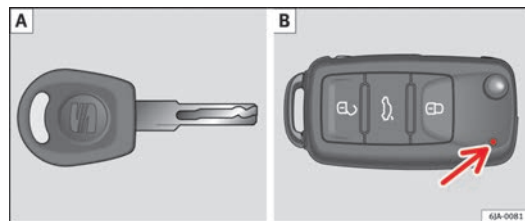
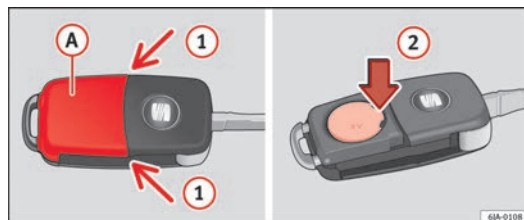

Fig. 43 Chave com comando à distância/Chave sem comando à distância
Fig. 44 Chave com comando à distância: retirar a tampa/retirar a pilha
Entregam-se sempre duas chaves com o veículo. Dependendo da versão de equipamento, o veículo pode estar equipado com chaves sem comando à distância ⇒ Fig. 43 [A], ou com comando à distância ⇒ Fig. 43 [B].
Cada chave com comando à distância contém uma pilha colocada por baixo da tampa (A) ⇒ Fig. 44. Se a pilha estiver descarregada, o aviso de controlo a vermelho ⇒ Fig. 43 [B] não se acende quando ▶
- Retire a tampa da pilha pressionando com o polegar ou com a parte plana de uma chave de fendas no sítio indicado pelas setas ① ⇒ Fig. 44.
- Retire a pilha descarregada da chave, pressionando no lugar indicado pelas setas ②.